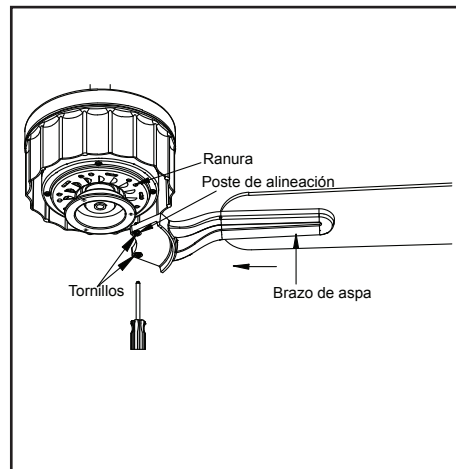

Figura 14
3. Ajusta el brazo del aspa al motor insertando los postes de alineación dentro de la ranura de la parte inferior del motor y aprieta los tornillos del motor. Ten en cuenta que los tornillos del motor están en los soportes del aspa (Figura 14).
2. La mayoría de los problemas de oscilación del ventilador se deben a que las aspas no están al mismo nivel. Verifica este nivel seleccionando un punto en el techo sobre la punta de una de las aspas. Mide desde un punto en el centro de cada aspa al punto en el techo. Mide esta distancia como muestra la Figura 14. Gira el ventilador hasta que la siguiente aspa quede en posición para medir. Repite el procedimiento para cada aspa. Las desviaciones de la medición no deben pasar de 1/8" (3.2 mm). Enciende el ventilador por 10 minutos.